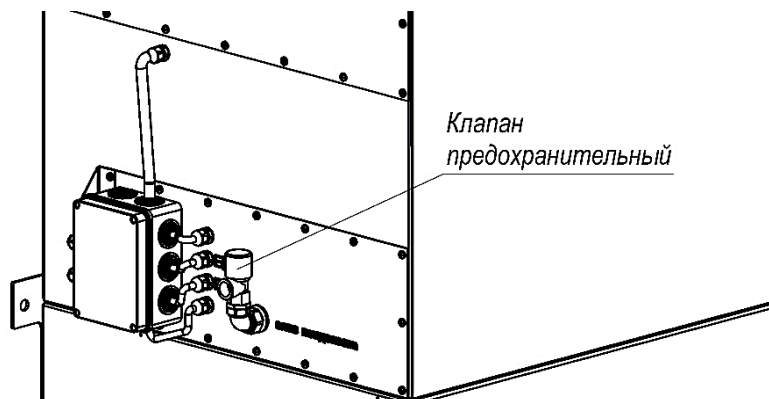

Рисунок 10
- 2) установить под предохранительный клапан подходящую ёмкость для сбора конденсата (рисунок 10);